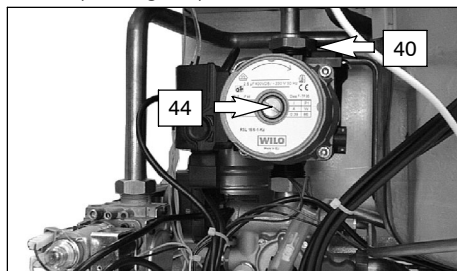

fig. 6.3
- 7 Allentare il tappo della valvola di sfiato automatico (40 in fig. 6.3).
- 12 Togliere il tappo 44 in fig. 6.3 e sbloccare la pompa ruotando il rotore con un cacciavite. Durante questa operazione sfiatare la pompa.